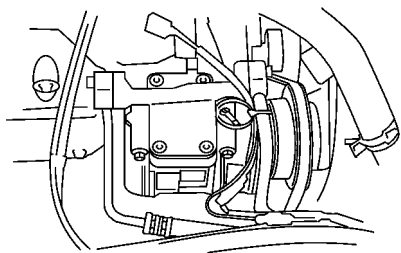

图 15-50 拆下 A/C 空压机
(3) 如有必要,应拆下 A/C 空压机,如图 15-50 所示。